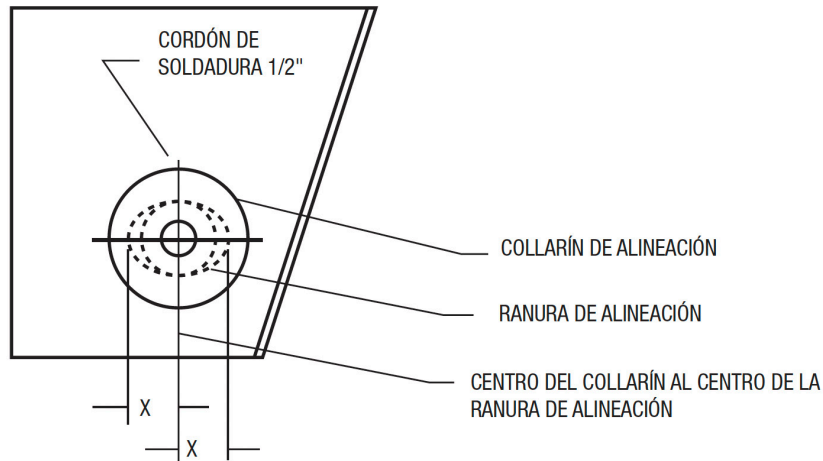
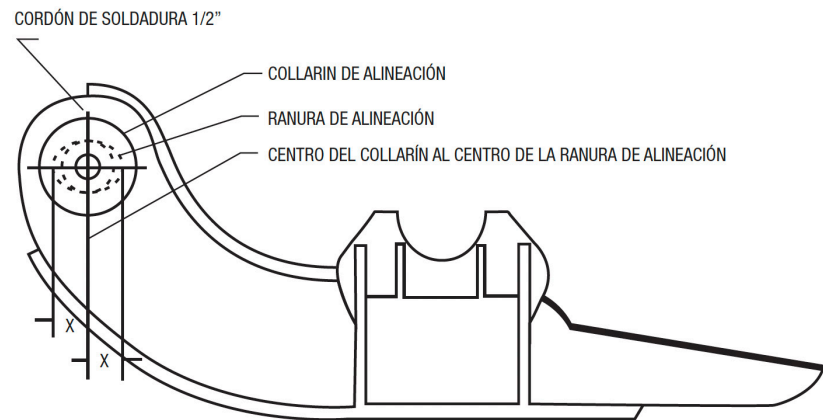

Figura 9
Figura 10
4. Coloque una viga de la suspensión delantera de tal forma que el collarín de alineación esté en el centro de la ranura de alineación, aplique un cordón de soldadura al collarín contra la placa lateral exterior de la percha (**Ver Figura 9**) o de la placa lateral de la viga (**Ver Figura 10**) según sea el modelo de la suspensión.